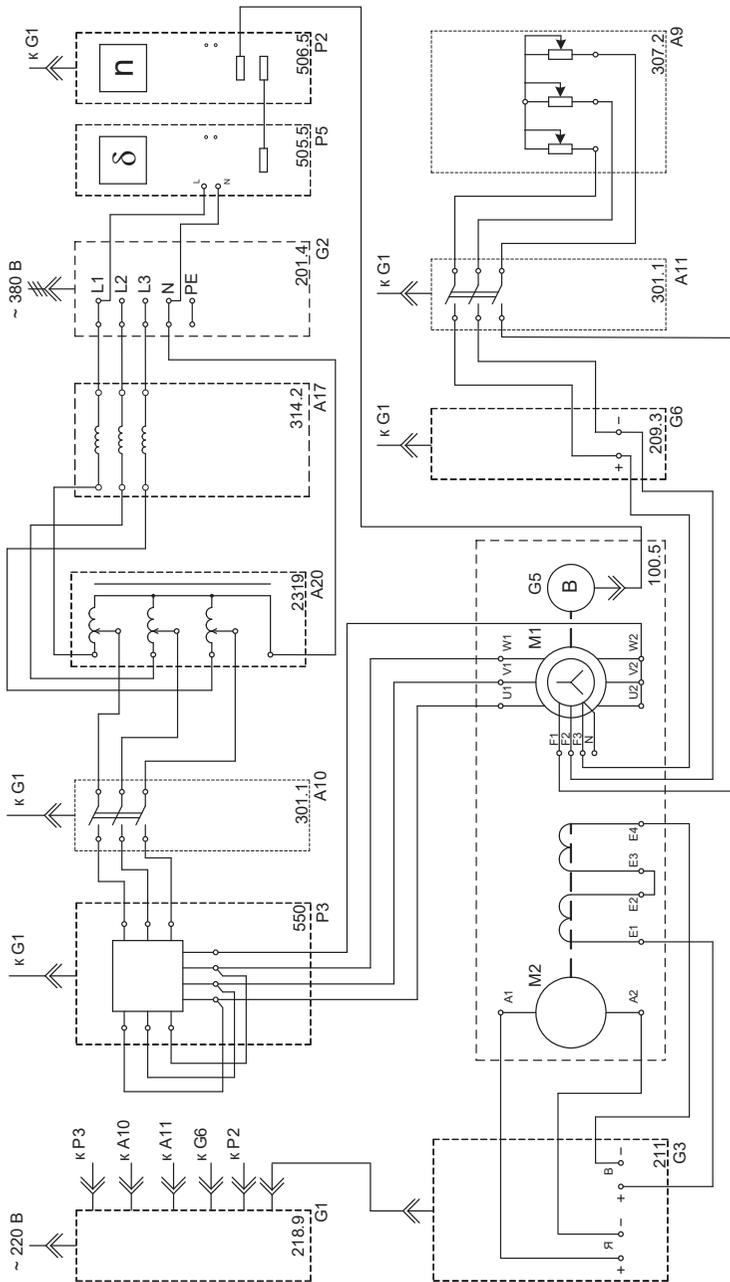

Рис. 6.4
- Соедините аппаратуру в соответствии с электрической схемой, приведенной на рис. 6.4.